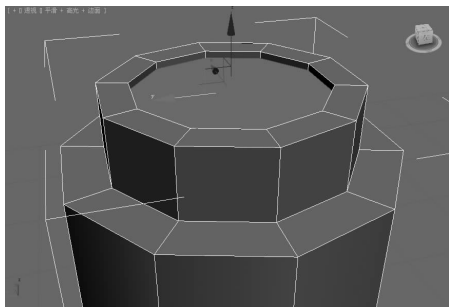

图 5-91 向下挤出多边形 ▲
(7) 在“编辑多边形”卷展栏中单击“插入”按钮右边的  按钮,弹出“插入多边形”对话框,设置“插入量”为 0.6,单击“确定”按钮。继续单击“挤出”按钮右边的  按钮,弹出“挤出多边形”对话框,设置“挤出高度”为-0.15,单击“确定”按钮,效果如图 5-91 所示。